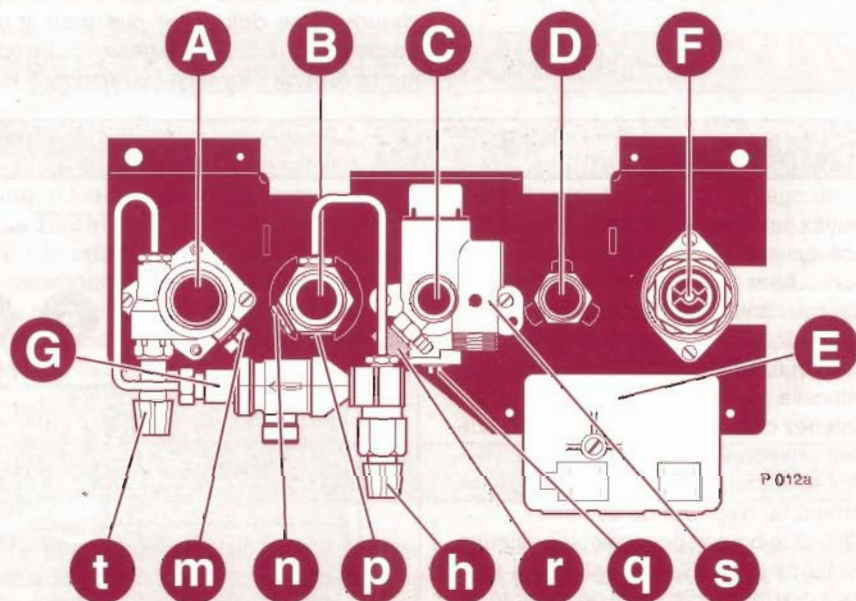

Fig. 1
n'est pas le cas, ouvrez premièrement le robinet (h fig. 1) et deuxièmement le robinet (t fig. 1) situé sur l'applique de la chaudière puis refermez les deux robinets (h) et (t) dès que la pression est atteinte.
- finissez la vidange en ôtant la vis (n fig. 1) placée sur la plaque de raccordement de la chaudière.